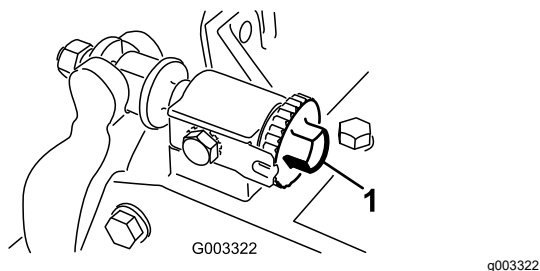

Figura 10
2. Rode os parafusos de ajuste da barra de apoio no sentido contrário ao dos ponteiros do relógio para assegurar que a barra de apoio não entra em contacto com o cilindro (**Figura 10**).